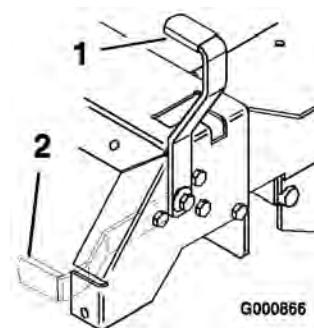

Bild 7
2. Ziehen Sie den Feststellbremshebel nach hinten und oben, um die Feststellbremse zu aktivieren (Bild 7). Der Feststellbremshebel muss fest in der aktivierte Stellung bleiben.
Drücken Sie den Feststellbremshebel nach vorne und unten, um die Feststellbremse zu lösen (Bild 7).